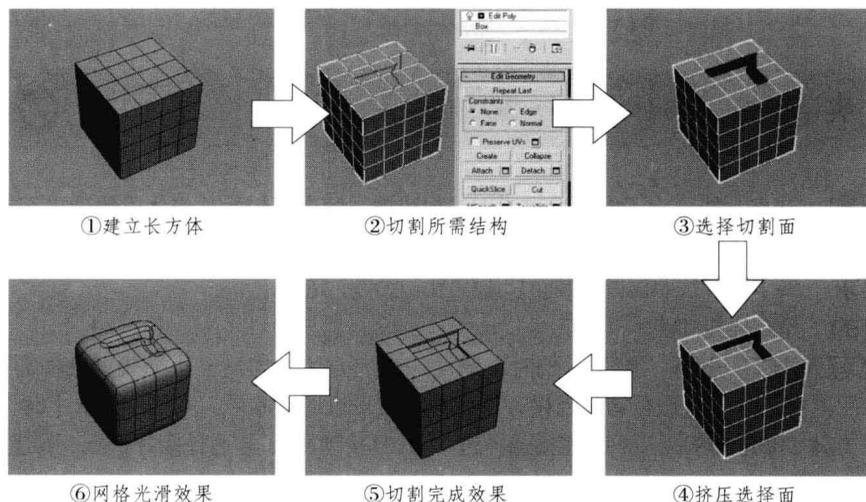

图3-7 凹陷切割总流程（步骤）图
四、制作流程及技巧分析 制作本例时，建立一个立方体并使用切割工具添加所需的边，然后切换至编辑多边形命令的面模式，再选择切割产生的区域进行凹陷倒角操作，得到凹陷的三维效果。本例分为6个制作总流程（步骤）：①建立长方体、②切割所需结构、③选择切割面、④挤压选择面、⑤切割完成效果、⑥网格光滑效果，见图3-7。